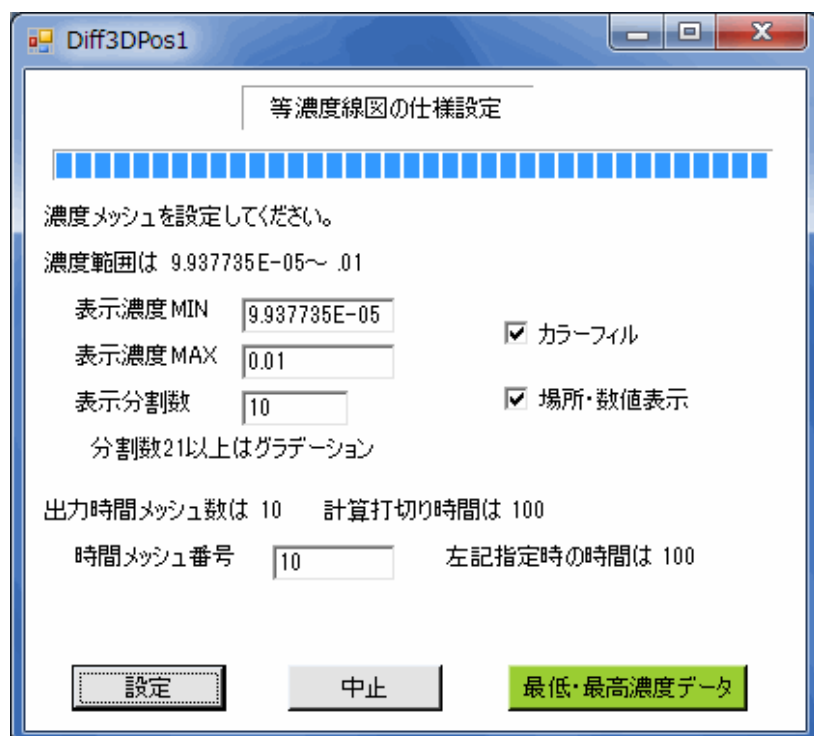

図6-4 等濃度線図の仕様設定画面（非定常解析、ステップ数1の場合）
- ②図6-4のステップ数1の非定常解析の場合は、さらに出力する時間メッシュ番号も入力します。ここで、時間メッシュ番号を入力後、Returnキーを押すと、その右側に相当時間が表示されます。